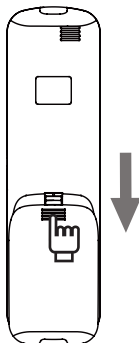

Рисунок 2.6
1. Сдвиньте кр.шку батарейного отсека на задней панели пульта ДУ в направлении, указанном стрелкой (Рис. 2.6);